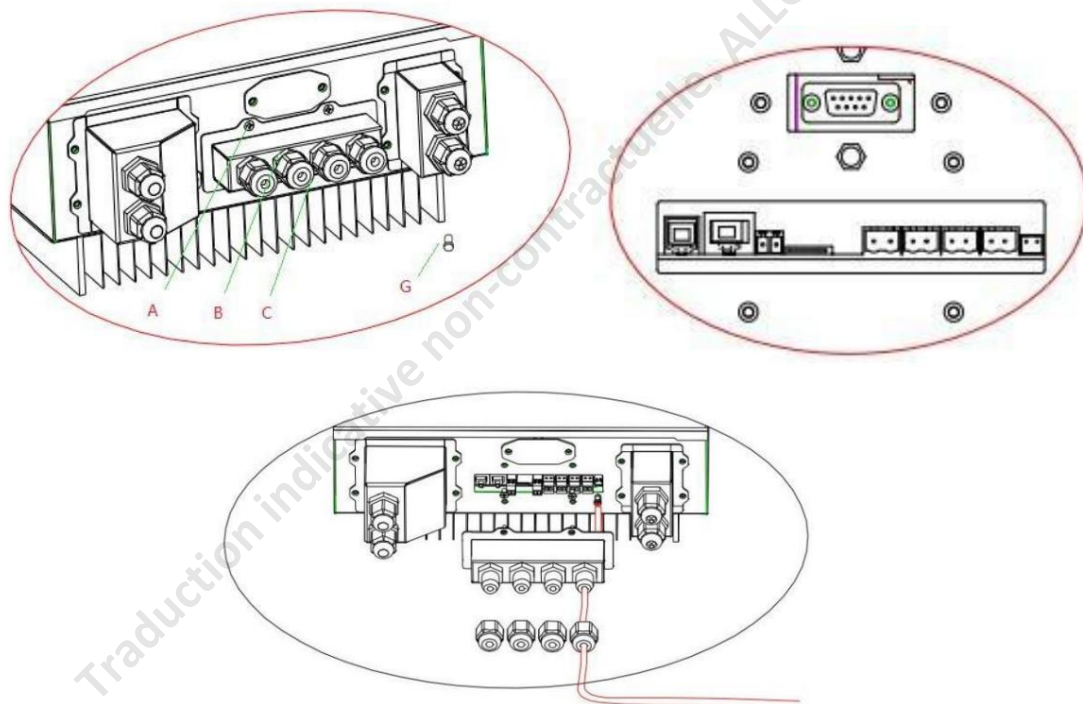

Fig. 12 Connexion CT / RS485 / NTC
6. Le contacteur AC (si présent) est correctement connecté (fig. 12) ;